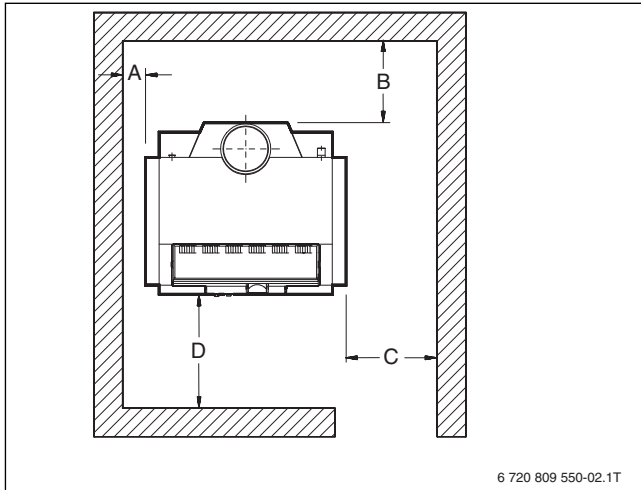

Рис. 5 Расстояния от стен для одного котла
- ▶ Учитывайте рекомендуемые расстояния от стен (→ рис. 5 и таблица 22).